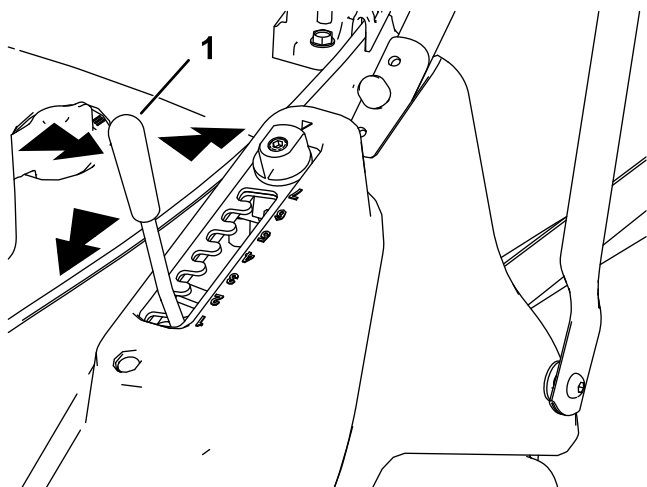

Figura 12
1. Întindeți maneta pentru înălțimea de tăiere și trageți lateral pentru a o decupla din canelura de blocare (Figura 12).
2. Împingeți maneta în față pentru a reduce sau trageți-o în spate pentru a mări înălțimea de tăiere (Figura 12).
3. Eliberați maneta în poziția dorită și asigurați-vă că se blochează ferm în una dintre cele 7 caneluri de setare (Figura 12).